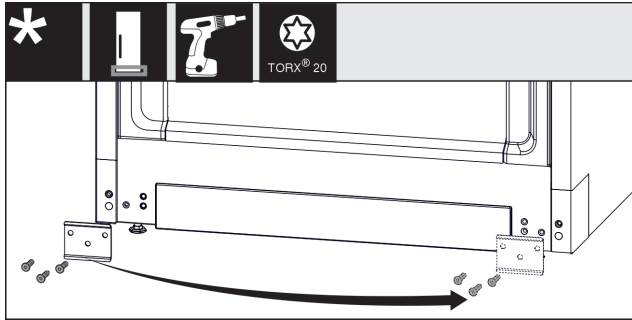

Fig. 12
- ▶ Odskrutkujte plech, premiestnite ho na druhú stranu a znova priskrutkujte. *Fig. 12 (1)*
- ▶ Kryt opäť nasadte na druhú stranu. (1)